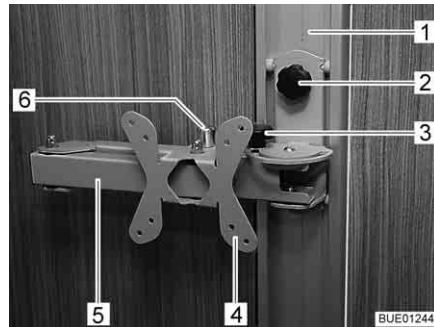

Fig. 53 Supporto su guida
- Svitare la vite ad aletta (Fig. 53,2) e spostare il supporto (Fig. 53,4) nella guida (Fig. 53,1) fino all'altezza desiderata.
- Svitare le viti ad aletta (Fig. 53,3).
- Tirare il bottone di sbloccaggio (Fig. 53,6). Il braccio snodato (Fig. 53,5) è sbloccato.
- Stringere di nuovo la vite ad aletta (Fig. 53,3).
- Svitare la vite ad aletta (Fig. 53,3).
- Ruotare lo schermo piatto all'indietro nella sua posizione iniziale, finché non si sente il braccio snodato (Fig. 53,5) innestarsi nel bloccaggio.
- Svitare la vite ad aletta (Fig. 53,2), portare il supporto (Fig. 53,4) all'altezza desiderata e stringere di nuovo la vite ad aletta.